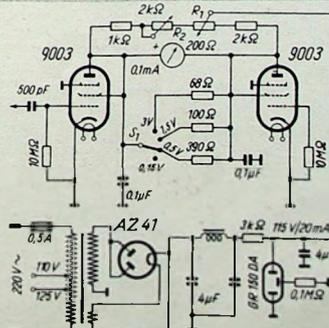

Bild 4. Schaltung des Audion-Röhrenvoltmeters
Rechts: Bild 4. Magnetabmessungen zur Festlegung des Luftspaltquerschnittes Q_L .
$$Q_L = \left(\frac{d_1 + d_2}{2} \right) \cdot \pi \cdot h \text{ cm}^2 \text{ (Bild 4)} \quad (3)$$
Die in Bild 4 gezeigte Schaltung eines Audionröhrenvoltmeters für den Gesamtmeßbereich von 0,01...3 V, der in vier Einzelbereiche aufgeteilt ist, verwendet zwei Pentoden 9003. Die erste Röhre befindet sich aus bekannten Gründen in einem Tastkörper. Die zweite Pentode 9003 dient zur Kompensation des Anodenruhestromes. Die Nullpunkteinstellung geschieht durch den 2 k Ω -Regler R₂, der lineare Kennlinie besitzen soll. Eine zusätzliche Nullpunktgleichung gestattet das 200- Ω -Potentiometer R₁, das als Feinregler gedacht ist.